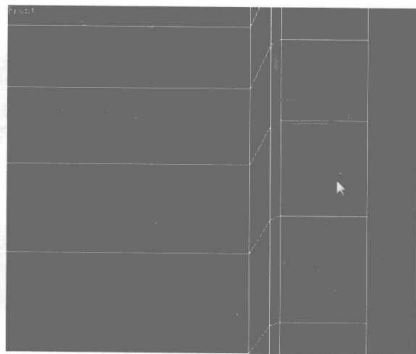

图 6.421
- 45** 切换为边线编辑，在 Front 视图中选择如图 6.421 所示的一条边线，在 Selection 卷展栏中单击 **Ring** 按钮，选择环形边线，再单击右键，在弹出的快捷菜单中选择 Convert to Face 命令，切换为面编辑，在 Polygon Properties 卷展栏中单击 **1** 按钮，平滑显示。